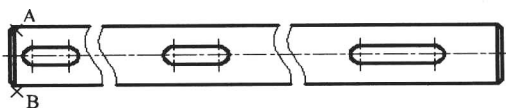

图 1.1.14 绘制倒角轮廓线
(4) 绘制直线。选择下拉菜单 **绘图(D) → 直线(L)** 命令, 分别选取图 1.1.14 所示的点 A 与点 B, 按 Enter 键结束直线的绘制。
(5) 参照以上步骤, 完成右侧倒角处轮廓线的绘制。